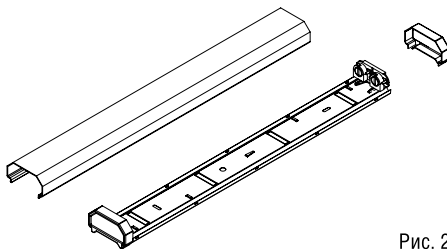

Рис. 2
- Установить светодиодные лампы Т8 (в комплект не входят) в ламподержатели. Закрепить рассеиватель и боковую крышку (Рис.2).